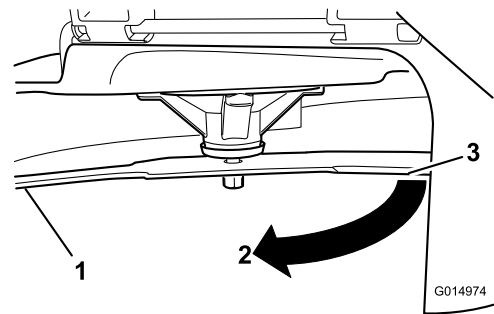

Figure 74
3. Distance mesurée entre la lame et la surface (A)
4. Tournez la même lame de 180 degrés pour amener l'autre tranchant à la même position (Figure 74).